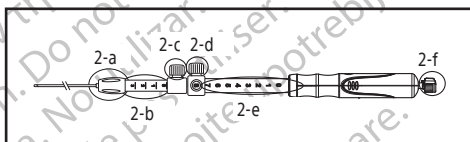

Figure 2.
2. Vérifier que l'aiguille est totalement rétractée et que la molette de réglage de l'aiguille (figure 2-d) est sécurisée en position zéro (figure 2-e).
3. Déterminer la longueur de gaine appropriée en fonction de la longueur de l'échoendoscope. Utiliser la molette de réglage de la gaine (figure 2-c) pour régler la longueur de gaine désirée et pour la verrouiller en position. Tourner le verrou de réglage de la gaine dans le sens des aiguilles d'une montre pour verrouiller la gaine en position. L'extrémité distale de la gaine doit être visible sur l'image endoscopique.
Remarque : les numéros et marquages de référence de la jauge de réglage de la gaine (figure 2-b) ne sont présentés qu'à titre indicatif.
- Continuer à faire avancer le dispositif jusqu'à ce qu'il ressorte de l'échoendoscope et que la gaine soit visible sur l'image endoscopique. Serrer le raccord Luer (figure 2-a) en le tournant dans le sens des aiguilles d'une montre afin de raccorder le dispositif à l'orifice du canal interventionnel de l'échoendoscope.
Remarque : s'il s'avère nécessaire de régler la longueur de gaine, desserrer le verrou de réglage de la gaine (figure 2-c) et le repositionner au point de référence approprié.
- Ajuster la profondeur de pénétration de l'aiguille dans la position désirée à l'aide du verrou de réglage de l'aiguille (figure 2-d). Pour contrôler la profondeur de pénétration de l'aiguille dans le site cible, desserrer le verrou de réglage de l'aiguille en tournant la molette dans le sens inverse des aiguilles d'une montre. Aligner le verrou de réglage de l'aiguille avec le chiffre de référence approprié sur la poignée du dispositif. Le verrouiller en position en tournant le verrou de réglage de l'aiguille dans le sens des aiguilles d'une montre.
Remarque : les numéros et marquages de référence de la jauge de profondeur de l'aiguille (figure 2-e) ne sont présentés qu'à titre indicatif. Les chiffres de référence représentent l'extension de l'aiguille (en centimètres) lorsque le dispositif se trouve dans une position rectiligne.
- Retirer le stylet (figure 2-f) de l'orifice d'aspiration du dispositif en le desserrant et en le tirant délicatement hors de la poignée du dispositif.
Remarque : le stylet peut être enroulé et attaché à l'aide du mécanisme de clip se trouvant sur le capuchon du stylet (figure 2-f). Le stylet doit être conservé pour des passages d'aiguille supplémentaires au cours de cette même intervention.
12. Connecter la seringue fournie à l'orifice d'aspiration (figure 2-f) de la poignée du dispositif.